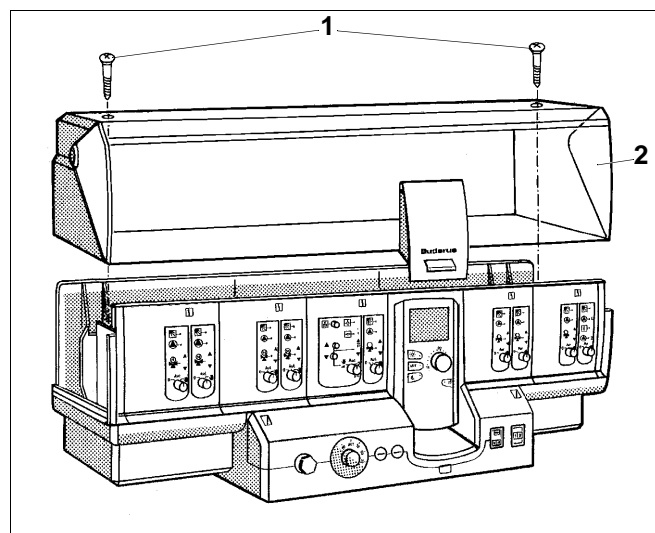

Fig 56 Enlever le cache-bornes;
- Dévisser les deux vis (fig. 56, **pos. 1**) du cache-bornes (fig. 56, **pos. 2**).
- Retirer le cache-bornes (fig. 56, **pos. 2**).